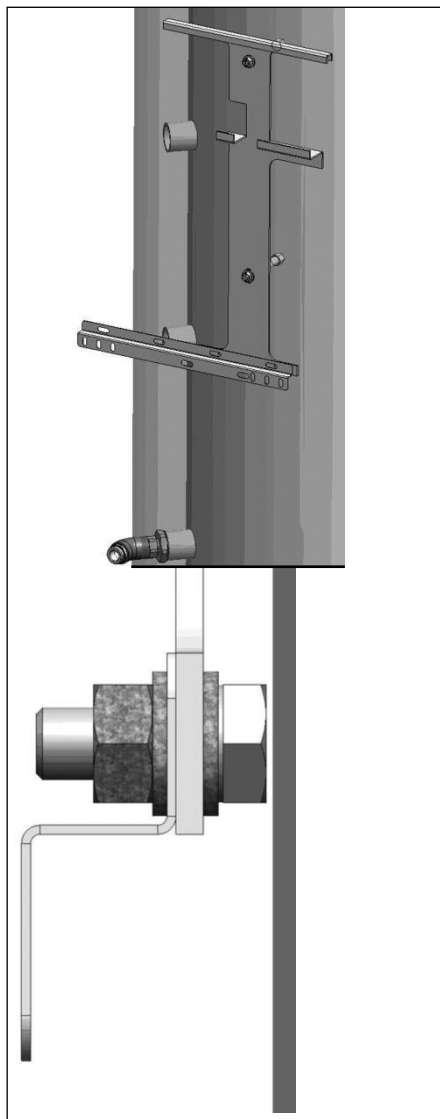

Fig. 6.5
- Fixer le rail à la plaque de fixation dans la position correspondante (fig. = raccordement à gauche) à l'aide des écrous M8 x 20 mm (clé de 13), rondelles et écrous M8 (clé de 13) (voir fig. 6.5)